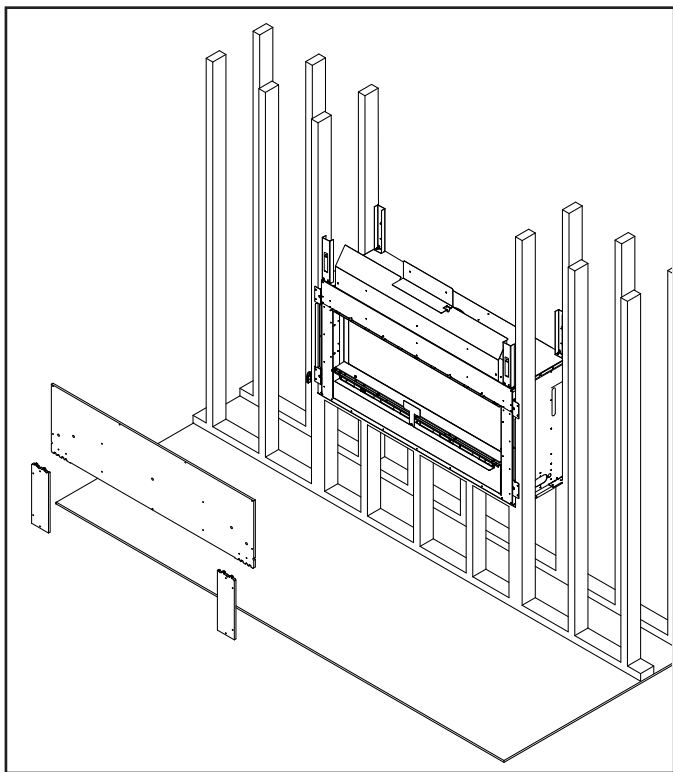

Figure 6.8 Installation du matériau de revêtement incombustible inclus à la fabrication
- Fixez le panneau du dessus aux pièces de charpente à l'aide de clous ou de vis à panneau de plâtre standards. Voir la figure 6.8.